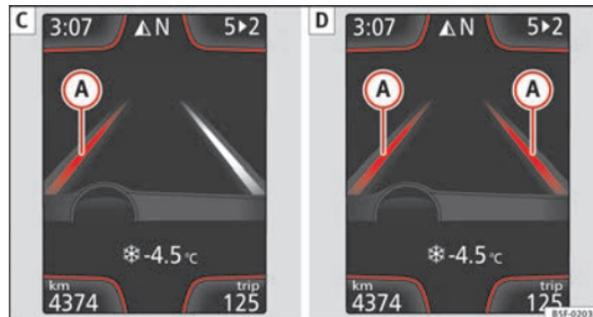

Abb. 142 Im Display des Kombiinstrumentes: Displayanzeige des Spurhalteassistenten (Beispiel 2).
- System arbeitet; die hervorgehobene Linie (A) zeigt an, dass die Gefahr einer unabsichtlichen Überschreitung der Begrenzungslinie bestand. Das System korrigiert über die Lenkung die Fahrtrichtung ⇒ Abb. 142 [C].
- Die beiden hervorgehobenen Linien (A) leuchten gleichzeitig auf, wenn beide Begrenzungslinien erkannt sind und die Funktion für zentrale Spurführung ⇒ Abb. 142 [D] eingeschaltet ist.